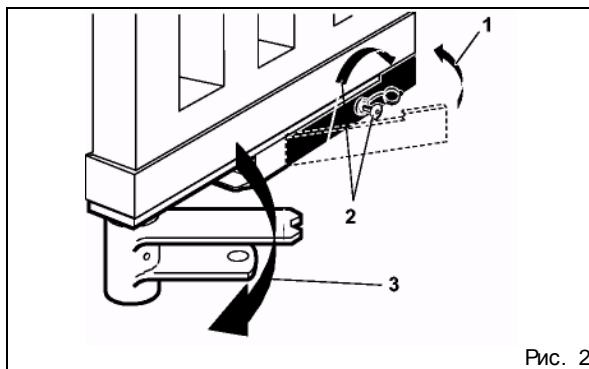

Рис. 2
- Повернуть отпирающий рычаг в нормальное положение (рис. 2, поз. 1).
- Вставить в замок ключи и повернуть его в направлении от стойки ворот до упора (рис. 2, поз. 2).
- Вручную повернуть створку таким образом, совместив запирающий механизм с пазом запорной скобы (рис. 2, поз. 3).